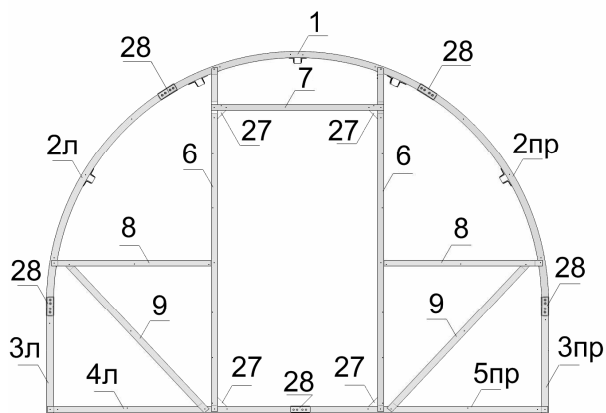

Рис. 1 Торец
- 3.1.1. При сборке торцевой арки детали устанавливайте швом ко шву. К дуге №1 с двух сторон присоедините дуги № 2лев и №2пр с накладками №28 саморезами 4,2х16 (рис. 1).
3.3.1. Положите собранную торцевую арку п.3.1. на ровный участок наружной стороной кверху. По центру торцевой арки положите дверной проём п.3.2. Стойки №6 присоедините к верхней торцевой дуге №1 (рис.1). Присоедините нижнюю обвязку №4 и №5 к удлинениям арки №3.